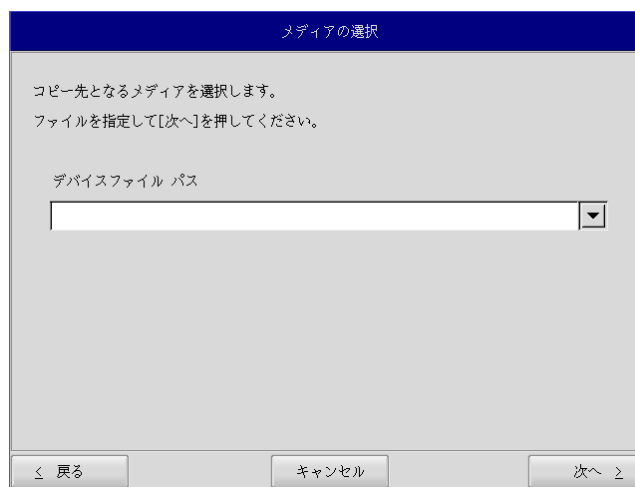

図 6-3-1. メディア選択画面
- ⑤ メディアの選択画面（図 6-3-1）が表示されます。コピー先となるメディアを選択します。